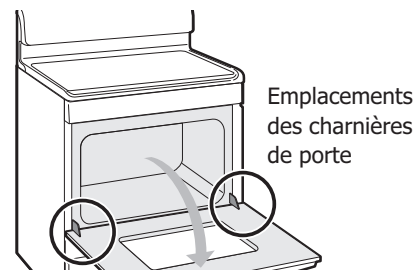

Figure 21 : Emplacement des charnières de porte
1. Ouvrir complètement la porte du four, parallèle au plancher (voir Figure 21).
3. Ouvrir complètement la porte du four, parallèle au plancher (voir Figure 21).